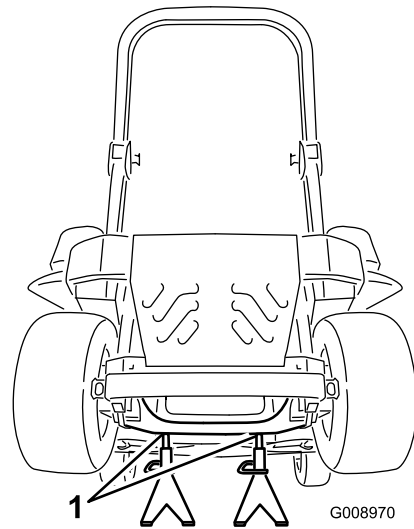

Figura 104
3. Eleve a máquina e apoie-a (Figura 104).
9. Retire os macacos e baixe a máquina (Figura 104).